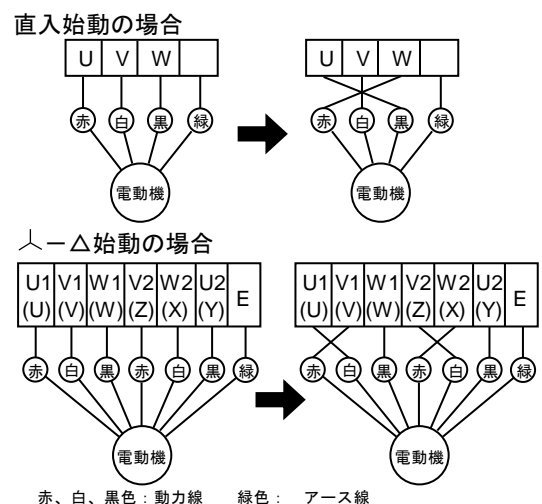

図 6
- 2) 次に回転方向を確認してください。ポンプを運転し、吐出し量が少なく異常音を発する場合は逆回転ですから、三相のうち二相を入れ替えてください。(図 6 参照)